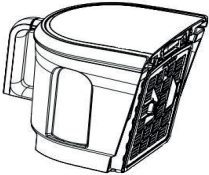

Fig. 8
- Como en la Fig. 8, coloque la cámara de polvo en el contenedor de basura, presione el botón de liberación para abrir la parte inferior de la cámara de polvo y la suciedad y el polvo caerán solos en el contenedor.